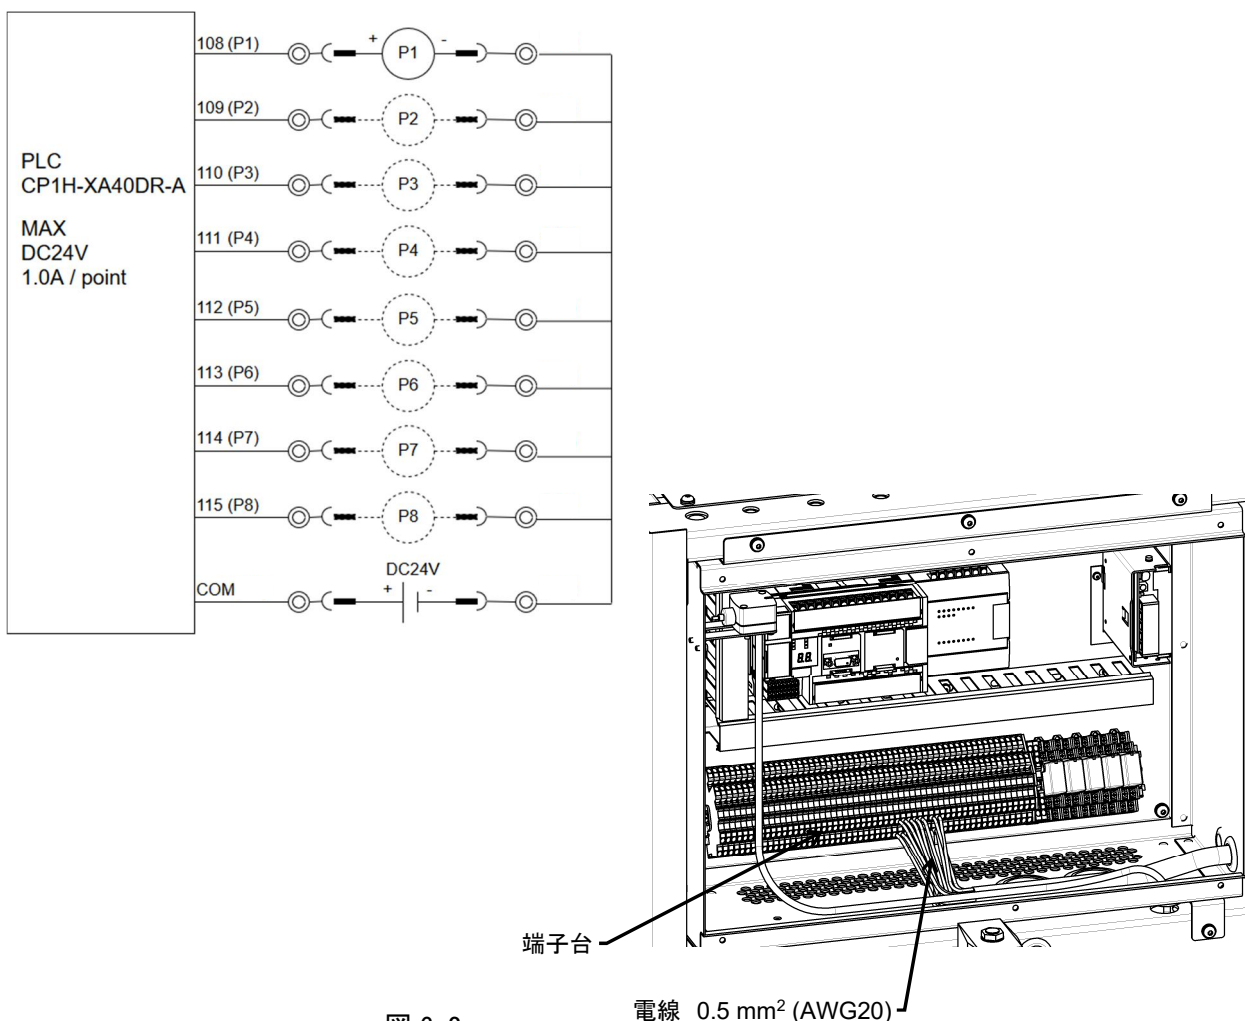

図 6-2
- ・ 各薬品投入ポンプの電線を次の番号の端子台に接続します。(図 6-2)
- ・ 電線をインシュロックで締め付けて電線を固定すること。(図 6-2)